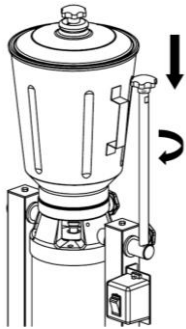

Fig 2. INSTALACIÓN DE PALANCA DE VOLTEO
- Coloque la palanca de volteo (3) en la barra del soporte. Gire la palanca en sentido de las manecillas del reloj para apretar la palanca. (Fig. 2)